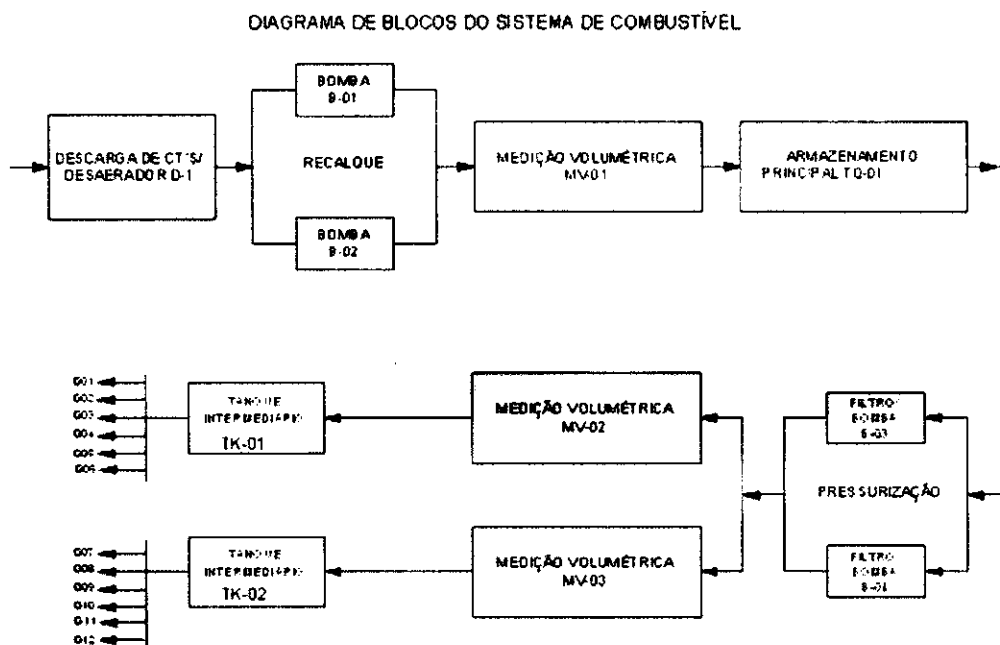

Figura 1 – Diagrama de Blocos do Sistema de Combustível
O sistema de abastecimento de combustível da UCR está representado, de forma simplificada, pelo diagrama de blocos da Figura 1. A seqüência adotada para os blocos funcionais é a da circulação natural do combustível, a partir do seu descarregamento do caminhão-tanque (CT) até cada grupo motor-gerador.